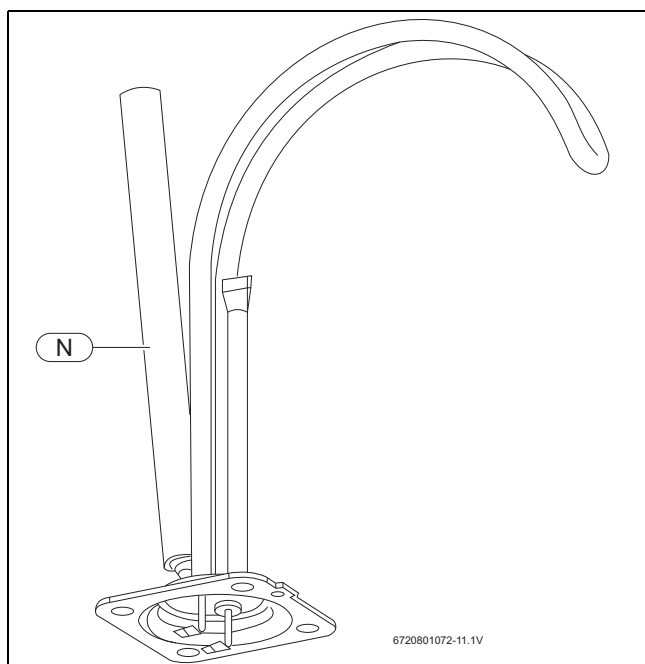

Fig. 12
La barra del ánodo (Fig. 12, [N]) ayuda a proteger el tanque contra la corrosión. Es fundamental que la barra del ánodo sea inspeccionada una
- ▶ Retire la barra del ánodo (fig. 12, [N]) y sustitúyala.